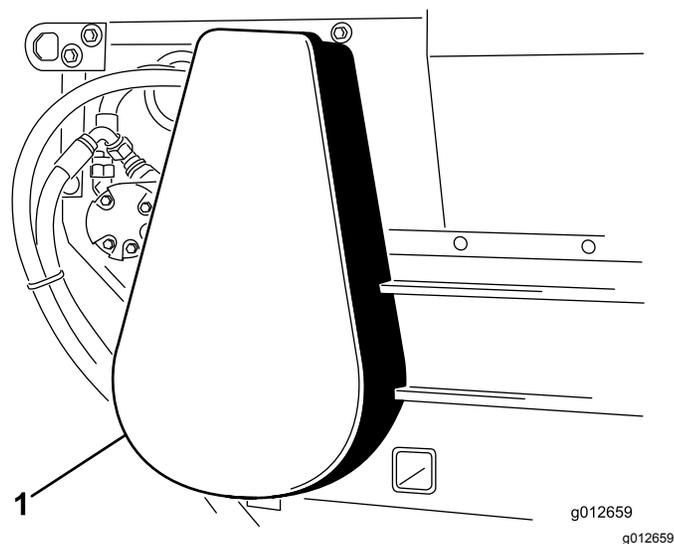

Рисунок 17
2. Снимите кожух цепи (Рисунок 17).
6. Установите крышку цепи (Рисунок 17).